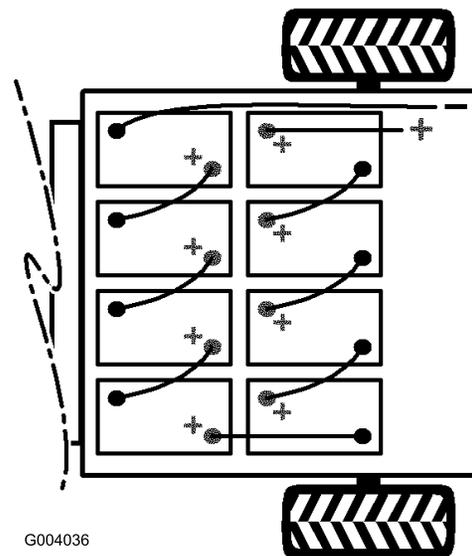

Figura 37
2. Desconecte del borne de la batería el cable negro largo (negativo) que va desde el banco de baterías al vehículo (Figura 37).
3. Desconecte del borne de la batería el cable rojo largo (positivo) que va desde el banco de baterías al vehículo (Figura 37).
**Nota:** Preste atención a la polaridad de las baterías al instalar las baterías nuevas (Figura 37).
9. Conecte las baterías entre sí con los cables retirados anteriormente, según se muestra en Figura 37.
10. Conecte el cable rojo largo (positivo) entre el banco de baterías y el vehículo (Figura 37).
11. Conecte el cable negro largo (negativo) entre el banco de baterías y el vehículo (Figura 37).